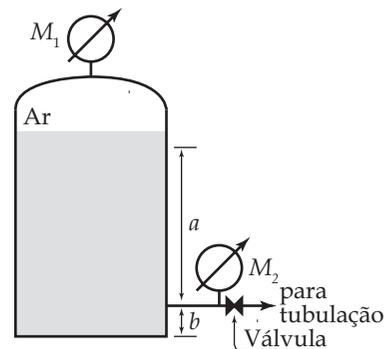

Figura Ep1.31
**Ep1.31** Uma empresa pretende transportar um fluido com peso específico igual a 22 kN/m3 através de uma tubulação. Para tal, esse fluido é previamente armazenado em um tanque rígido pressurizado com ar comprimido. Veja a Figura Ep1.31. Ao abrir a válvula, o fluido escoava para a tubulação, e a pressão do ar no tanque diminuiu. Considere que, inicialmente, a válvula está fechada, a pressão manométrica do ar é igual a 6,1 bar e a pressão do fluido indicada pelo manômetro  $M_2$  é igual a 6,6 bar. A válvula é aberta por um determinado intervalo de tempo, é fechada a seguir e, então, a pressão lida no manômetro  $M_2$  torna-se igual a 3,0 bar. Sabe-se que o processo pode ser tratado como sendo isotérmico, que o diâmetro do tanque é igual a 2,0 m,  $b = 20$  cm e que o volume interno total do tanque é igual a 10,0 m3. Pede-se para determinar o volume de fluido retirado do tanque.